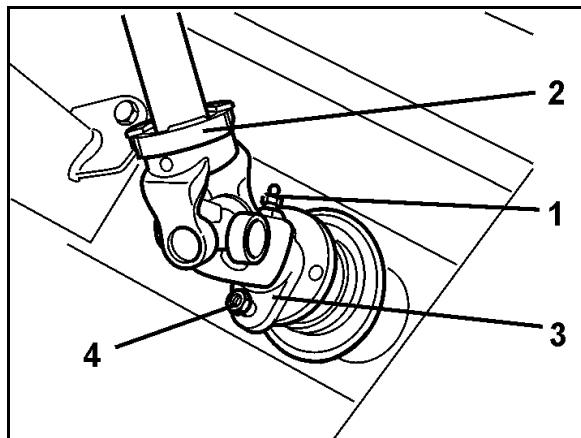

図 75
1. プロペラシャフトの接続ヨーク (図 75/2) にある円錐形グリースニップル (図 75/1) を外します。
2. プロペラシャフトのヨークフランジ (図 75/3) とギアボックス入力軸のフランジの間のせん断ボルト (図 75/4) を取り外します。